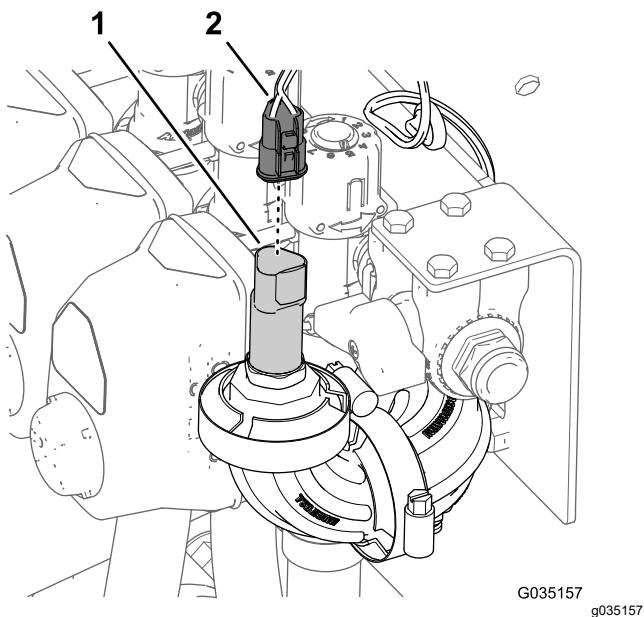

Рисунок 25
- На машинах с системой опрыскивания ExcelaRate отсоедините 3-гнездовой разъем заднего жгута проводов от 3-штыревого разъема датчика давления (Рисунок 25).